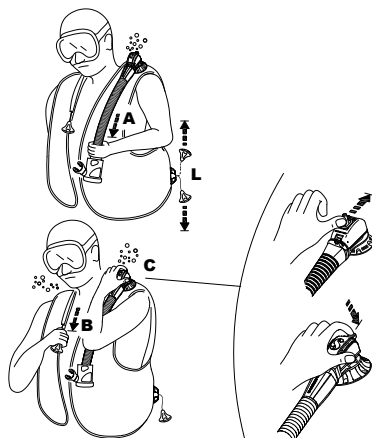

fig. 7
- a) une traction douce sur l'ensemble du flexible (fig. 7-A)
- b) une poussée sur le bouton qui ressort du boîtier de la soupape (fig. 7-C) (brevet) : ce système peut également être utile pour purger l'air d'un autre plongeur qui rencontre des problèmes (panique, plongeur débutant, perte de conscience, etc.)
- La soupape de purge double SCUBAPRO® (brevetée) possède un bouton manuel de sécurité qui relâche de l'air lorsqu'il est enfoncé (fig. 7 C), en cas de défaillance du système de purge manuelle (câble coupé, broche défilante, etc.) ou lorsque vous respirez dans un Air 2.
**Soupape d'épaule (fig. 7-B)**
La soupape de purge qui se trouve sur l'épaule droite, si elle existe, est activée en tirant doucement sur le bouton qui est attaché par une lanière à la soupape elle-même (fig. 7-B). Pour faire fonctionner l'une ou l'autre des soupapes de purge, orientez celle-ci de manière à ce qu'elle soit légèrement plus haute que l'air qui se trouve dans le gilet. Activez la soupape de purge jusqu'à ce que la flottabilité désirée soit atteinte. Pour refermer la soupape, arrêtez de tirer ou de pousser (fig. 7-B)
**Soupape de purge basse (fig. 7-L)**
**les dispositifs de dégonflage qui offrent le flux de gaz maximal sont la soupape d'épaule (fig. 7-B) et la soupape de purge basse (fig. 7-L).**